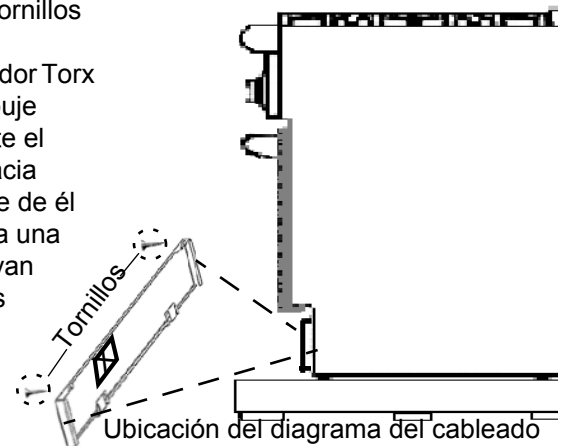
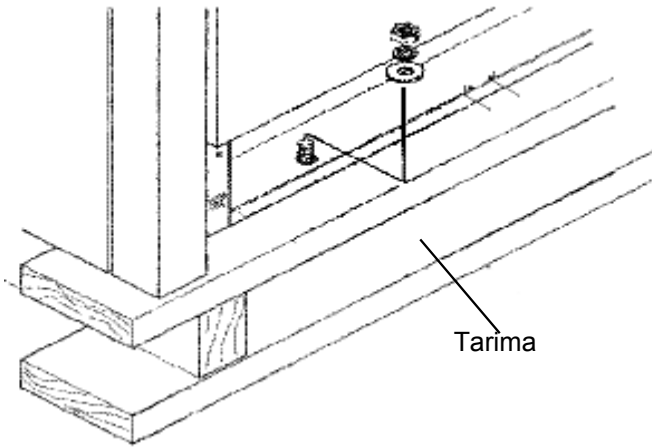

Figura 4: Como quitar el rodapié
Figura 5: Extracción de los cuatro (4) bulones de transporte
3. Las estufas están fijadas a las plataformas con cuatro (4) pernos (vea la *Figura 5*). Se debe quitar el rodapié para tener acceso a los pernos situados en la parte delantera de la plataforma (vea la *Figura 4*). Para quitar el rodapié, quite los dos tornillos situados bajo las esquinas inferiores de la cavidad de la hornilla y saque el rodapié fuera de los dos salientes de la base de la estufa (vea también la sección "Ajuste del rodapié" en la página 26).